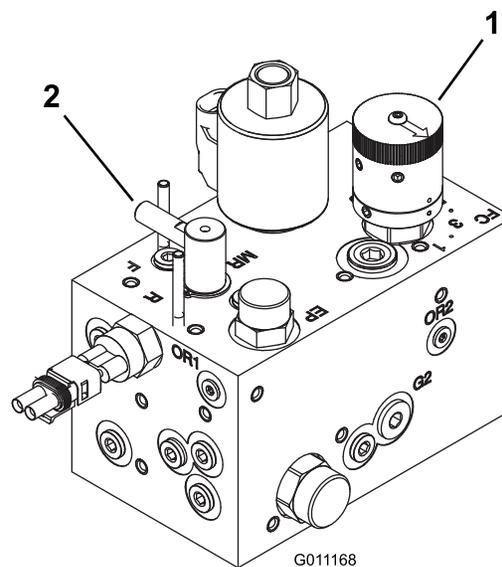

図 46
2. リール速度コントロールノブ 図 46 を、ステップ 1 で決めた番号に合わせる。